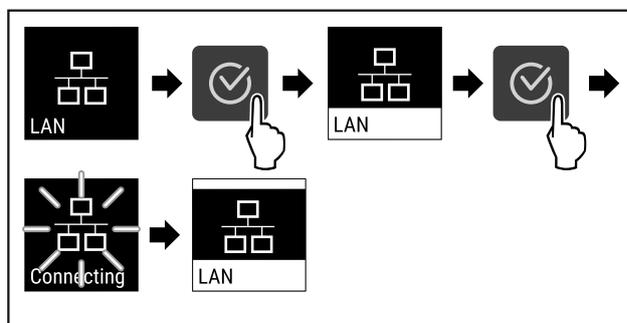

Fig. 90
- ▶ Vykonať kroky akcie (pozri Fig. 90) .